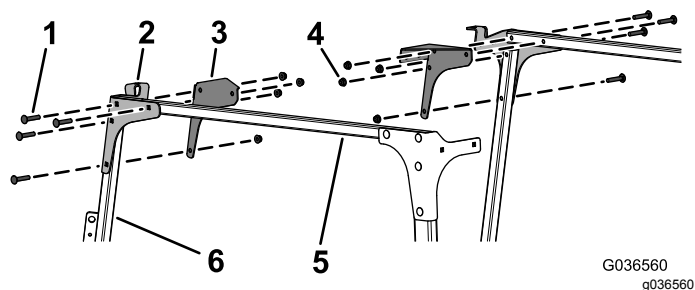

Figura 9
8. Instale sem apertar as placas dianteiras esquerda e direita e as placas de canto nas tubagens da ligação cruzada e nos suportes do limpador para-brisas esquerdo e direito utilizando 8 parafusos de carroçaria (5/16 x 1 3/4 pol.) e 4 porcas flangeadas (5/16 pol.), como se mostra na Figura 9.